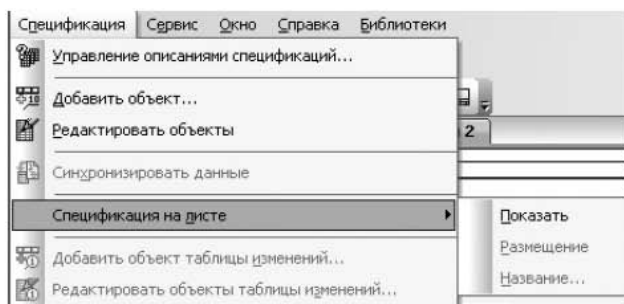

Рис. 3.46. Вызов команды Показать спецификацию на листе
7. Чтобы созданная спецификация появилась вместе со сборочным чертежом, активизируйте команду Спецификация ► Спецификация на листе ► Показать (рис. 3.46).